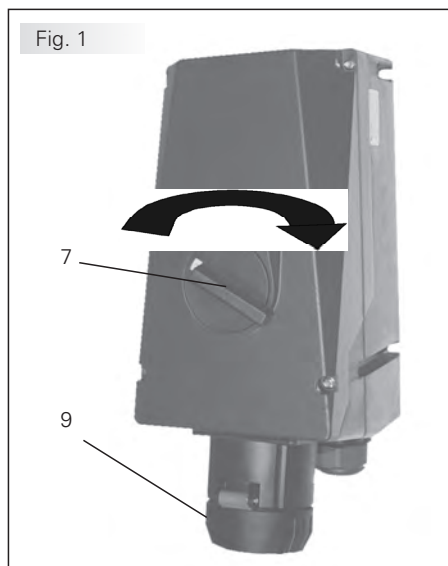

Fig. 1
Puis, l'interrupteur de verrouillage doit être déclenché, page 13, Fig. 1, pos. 7, afin de bloquer la fiche dans la prise.